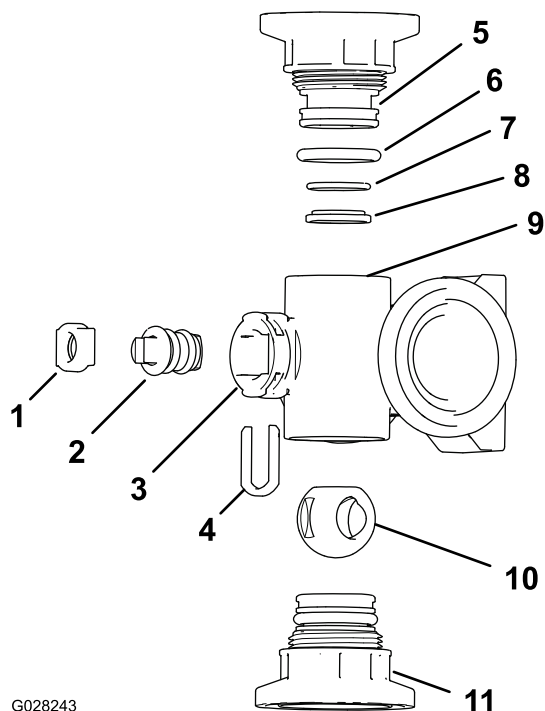

図 124
2. マニホールドのボディ両端部にあるエンドキャップフィッティングアセンブリ2個を取り外す 図 124 と 図 125。
4. マニホールド内部のステムポートのスロットからステムリテーナを取り外す 図 124 と 図 125。
5. マニホールドからステムリテーナとバルブシートを取り外す 図 124 と 図 125。
6. マニホールドボディの中に手を入れてバルブシステムアセンブリを取り出す 図 124 と 図 125。
1. 出口フィッティングの Oリング個別ブームバルブマニホールドのみ、エンドキャップの Oリング、バックシートの Oリング、ボールシートそれぞれに傷や過度の摩耗がないか点検する 図 124 と 図 125。
2. バルブのステムにシリコングリスを塗り、ステムをバルブシステムシートに取り付ける 図 124 と 図 125。
3. バルブシステムとシートをマニホールドに取り付けてステムリテーナで固定する 図 124 と 図 125。
4. バックシートの Oリングとボールシートが相互に整列しており、エンドキャップのフィッティングに適切に収まっていることを確認する 図 124 と 図 125。
5. エンドキャップフィッティングアセンブリをマニホールドボディに取り付け、エンドキャップフィッティングのフランジがマニホールドのボディに接触したら 図 124 と 図 125、その位置からさらにバルブを 1/8-1/4 回転締め付ける。